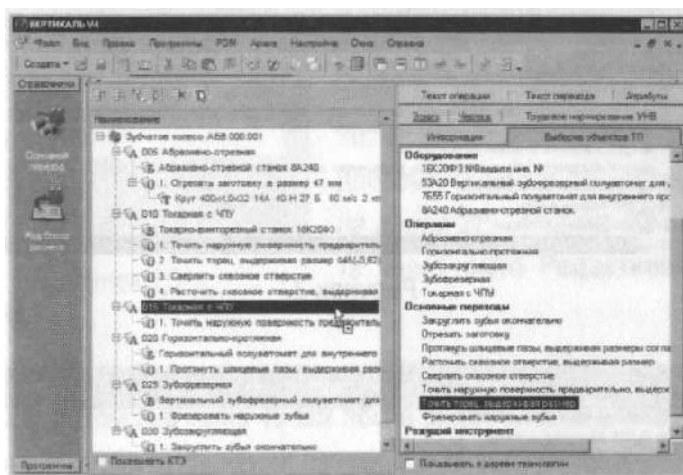

Рисунок 29
18. Откройте вкладку **Выборка объектов ТП** (рис.29). Найдите в списке переход *Точить торец в размер*, щелкните на нем левой кнопкой мыши и, не отпуская её, перетащите переход на наименование операции *015 Токарная с ЧПУ*.